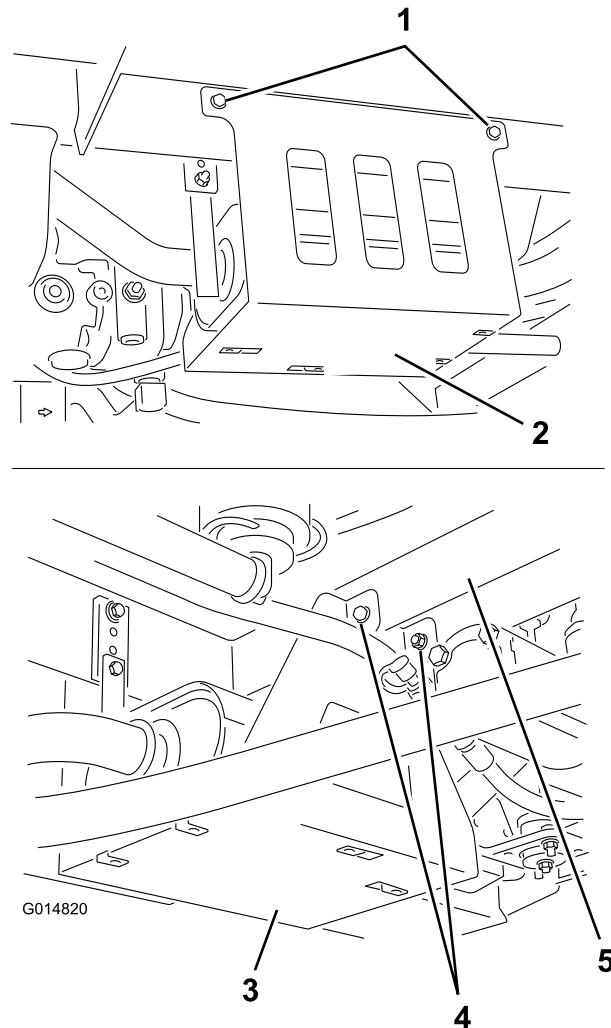

Figure 2
2. Fixez le pare-chaleur au cadre et à la traverse avec 2 boulons autotaraudeurs et 2 boulons à tête hex. et écrous à embase hex. (Figure 2).